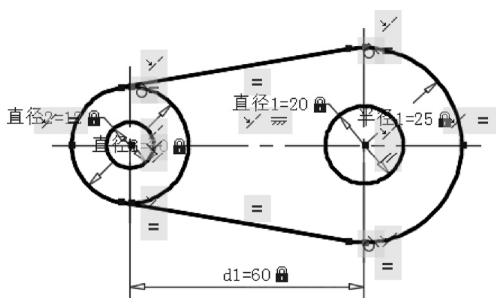

图 7-31 将选定尺寸标注转换为标注约束
2) 在命令行的“输入命令”提示下输入“DCCONVERT”并按〈Enter〉键, 或者在功能区“参数化”选项卡的“标注”面板中单击“转换”按钮, 接着选择要转换的关联标注。本例先选择水平线性尺寸, 再选择其余尺寸标注, 然后按〈Enter〉键, 从而将所选的这些尺寸都转换为标注约束, 如图 7-31 所示。